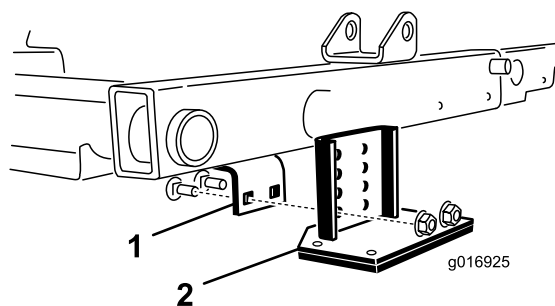

Figure 30
2. Trouvez le support de cadre au-dessus du plateau de coupe central (Figure 30).
3. Appuyez sur le rouleau avant du plateau de coupe central et déterminez quels trous du support de levage de rouleau doivent s'aligner sur les trous du support de cadre pour créer le même contact du rouleau quand le support de levage est monté (Figure 30).
4. Abaissez les plateaux de coupe et montez le support de levage sur le cadre au moyen des 2 boulons de carrosserie et des 2 écrous fournis avec le kit (Figure 30).